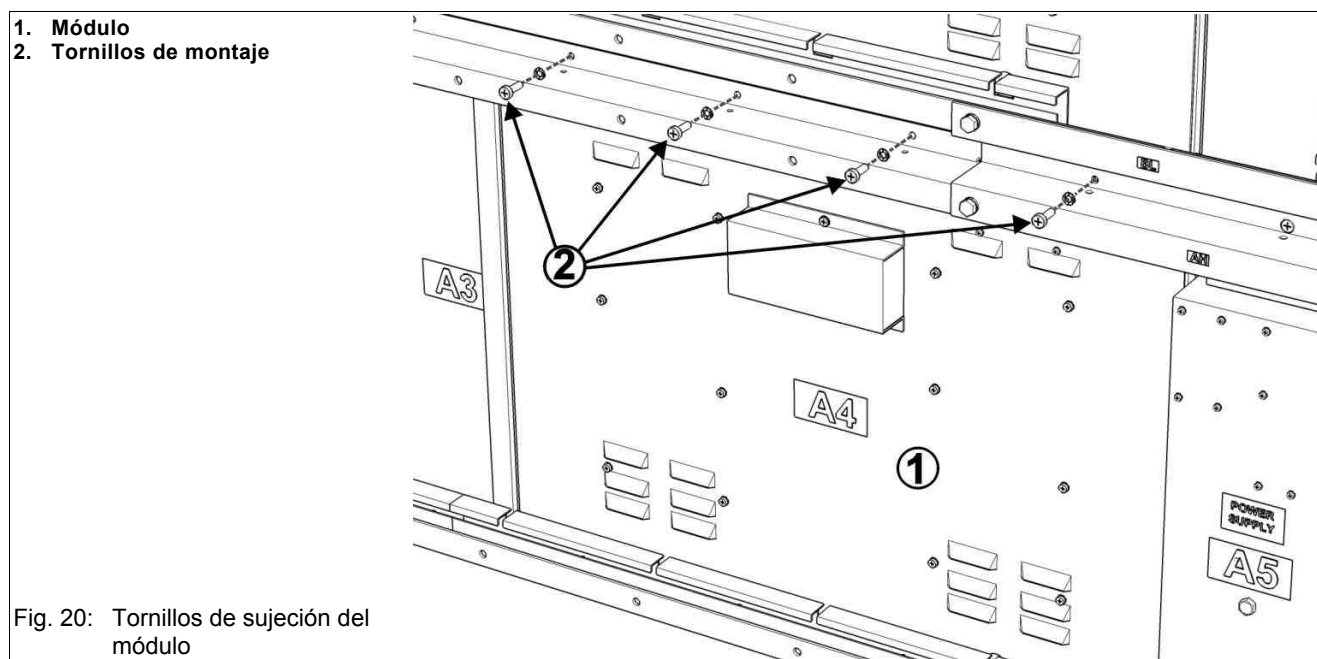

Fig. 20: Tornillos de sujeción del módulo
- a) Por detrás, desatornillar los tornillos de arriba que sirven para montar el módulo en el perfil horizontal (Fig. 20).